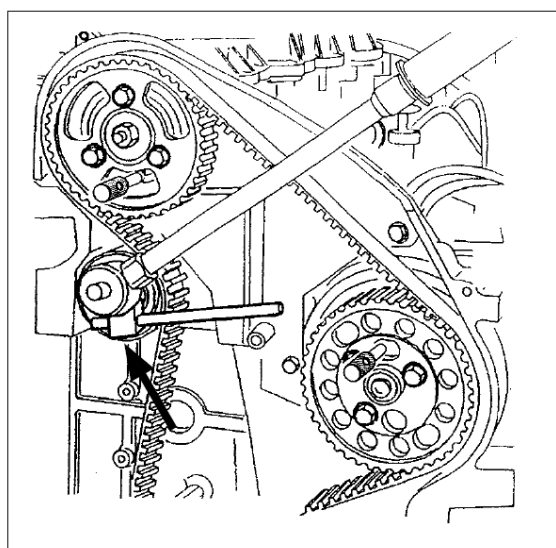

Fig. 2
- Esta herramienta se precisa para girar el tensor y mantenerlo en su posición mientras se aprieta el tornillo (25 Nm) (Fig. 2).